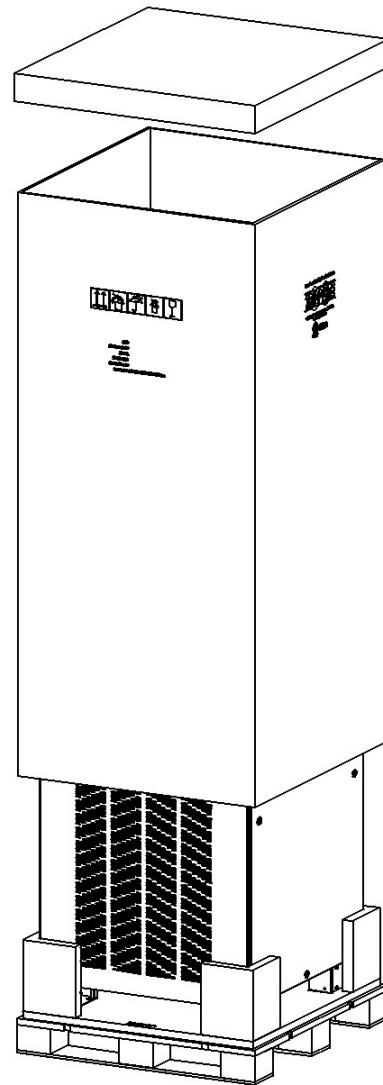

Figura 3-3
2. Retire la bolsa de plástico y la caja exterior (Figura 3-3).